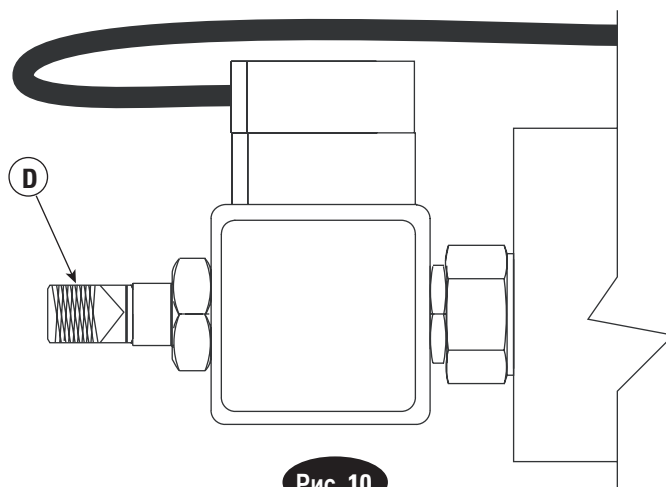

Рис. 10
8. Снимите крышку с клапана опускания на силовом блоке, затем крутите и вытягивайте для опускания подъемника, см. рис. 10. Подъемник будет опускаться с медленной скоростью. После опускания подъемника снова установите крышку на клапан опускания.